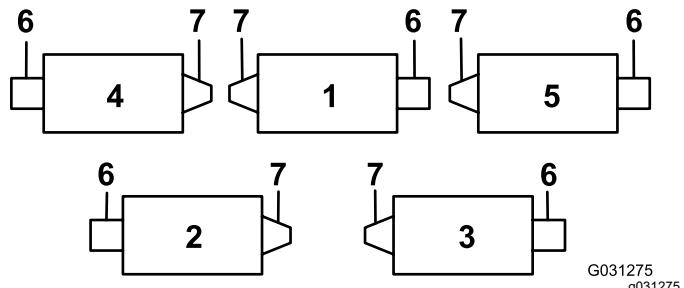
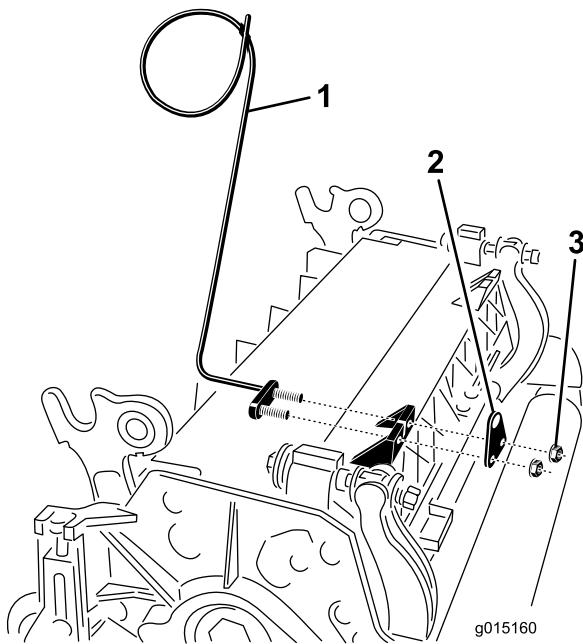

Figura 6
Figura 7
- En la unidad de corte 4 (delantera izquierda) y la unidad de corte de 5 (delantera derecha), utilice las tuercas de montaje del soporte de la varilla para instalar las guías de las mangueras a la parte delantera de las pestañas de las unidades de corte. Las guías de los manguitos deben estar inclinadas hacia la unidad de corte central (Figura 6, Figura 7, Figura 8).